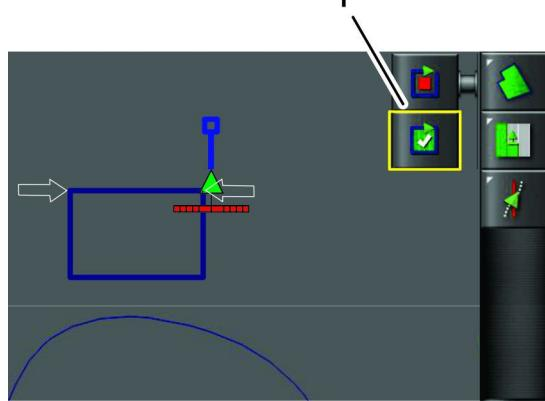

图 50
6. 在最后的点处对齐左前轮胎的外侧中心部分然后停止机器图 50。
7. 按完成场地边界记录图标图 50。